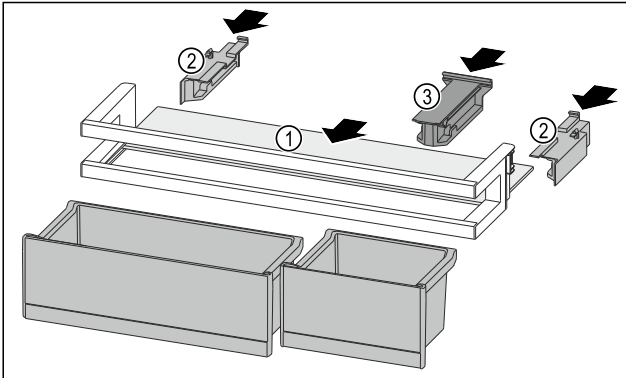

Fig. 245
- ▶ 将搁板 Fig. 245 (1) 推入侧面凹槽。
- ▶ 插入侧面部分 Fig. 245 (2)。
- ▶ 插入定位件 Fig. 245 (3)。